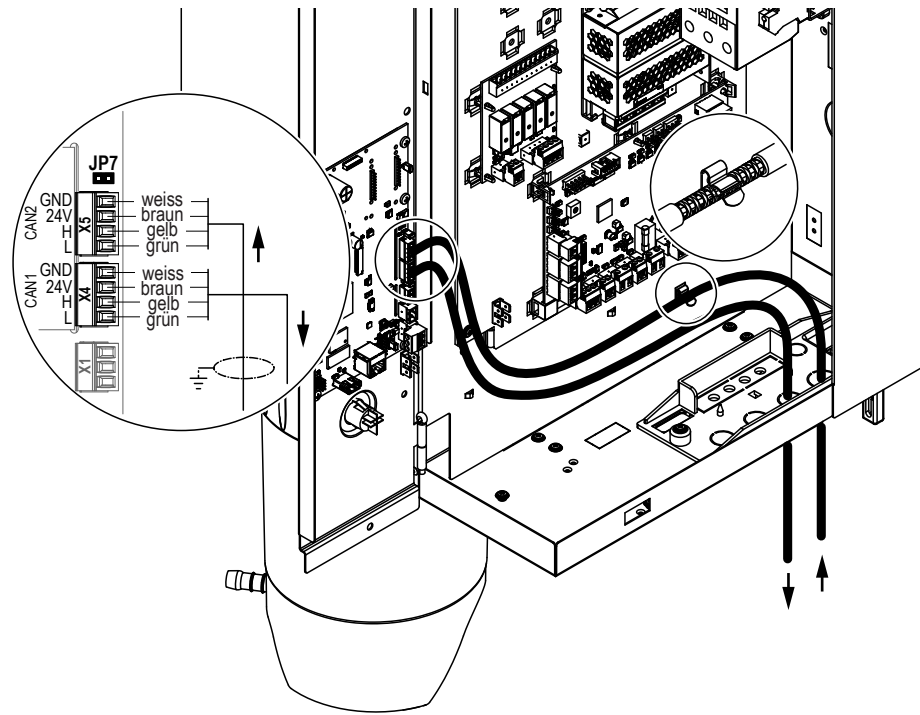

Abb. 33: Anschluss CAN-Bus-Kabel / Abschirmung
2. Schließen Sie alle Geräte im "Geräteverbundsystem" mit den mitgelieferten vorkonfektionierten CAN-Bus-Kabeln gemäss dem Schema in Abb. 31 und Abb. 33 an.
- Klemmen Sie die freigelegte Abschirmung des vorkonfektionierten CAN-Bus-Kabels, das vom vorherigen Gerät kommt, wie in Abb. 33 gezeigt, in den Klemmhalter im Steuerkasten des Befeuchters.
- Schließen Sie das/die CAN-Bus-Kabel, wie in Abb. 33 gezeigt, an den entsprechenden Klemmenblock auf der Steuerplatine jedes Geräts an (eingehende Kabel an "X5" und abgehende Kabel an "X4").